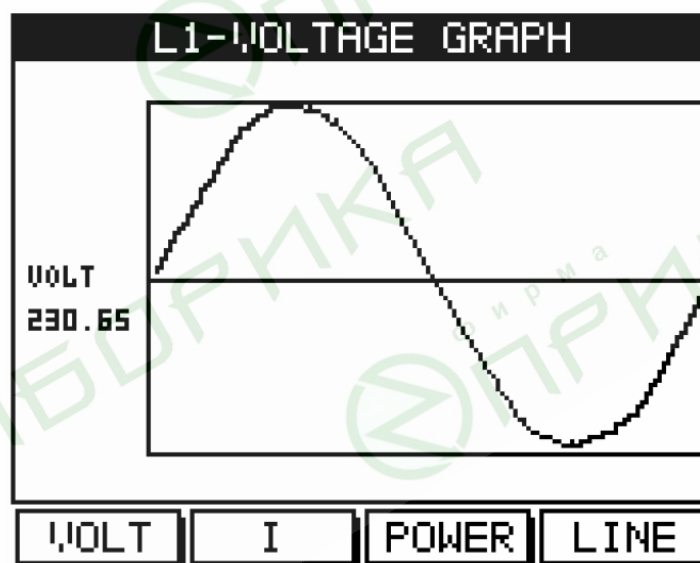

Рис. 30
4. Нажмите «Enter». На дисплее появится экран вывода графиков (рис. 30):
1. Нажмите «Volt» (F1). На дисплей будет выведен график формы сетевого напряжения (рис. 30);